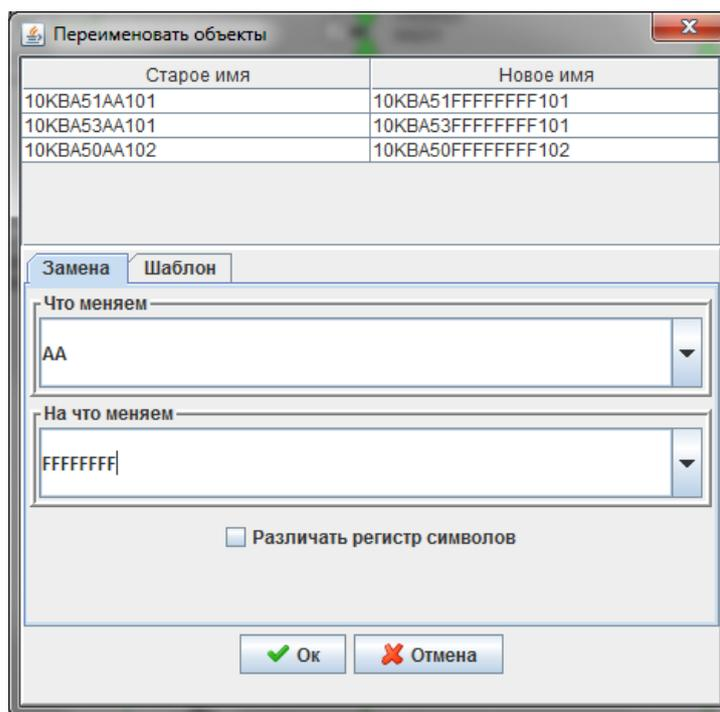

Рисунок 13 – Окно «Переименование»
- появится окно **«Переименовать объекты»** (Рисунок 13 –);